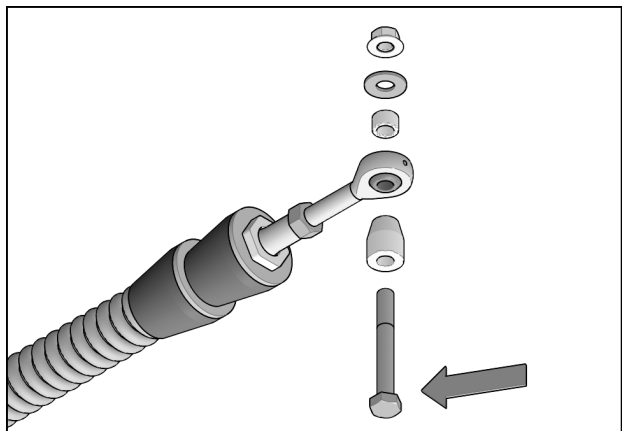

Fig. 3
3. Retirer les boulons M10x80mm, rondelles et espaceurs des rotules des bras stabilisateurs arrière. Fig. 3